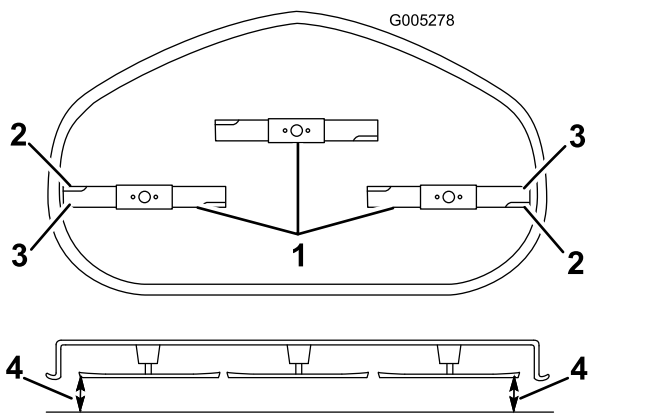

Figure 54
4. Faites pivoter les lames avec précaution pour qu'elles soient toutes parallèles (Figure 54).
5. Mesurez la distance entre les tranchants extérieurs et le sol plat (Figure 54).